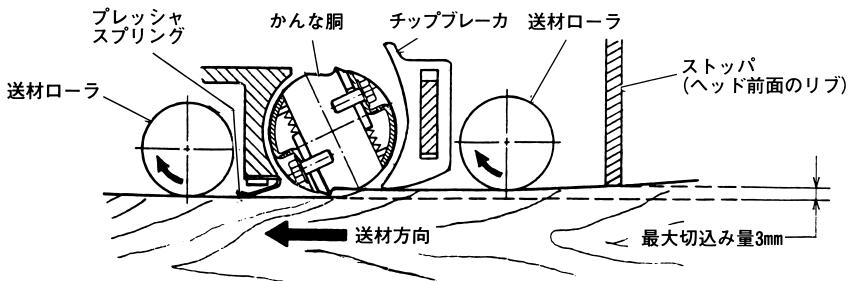

図 11
- 最大切込み量3mm以上削ろうとしても木材はストップ（図11）に当り入りません。この場合は切込み量を3mm以下にし、2回以上に分けて切削してください。